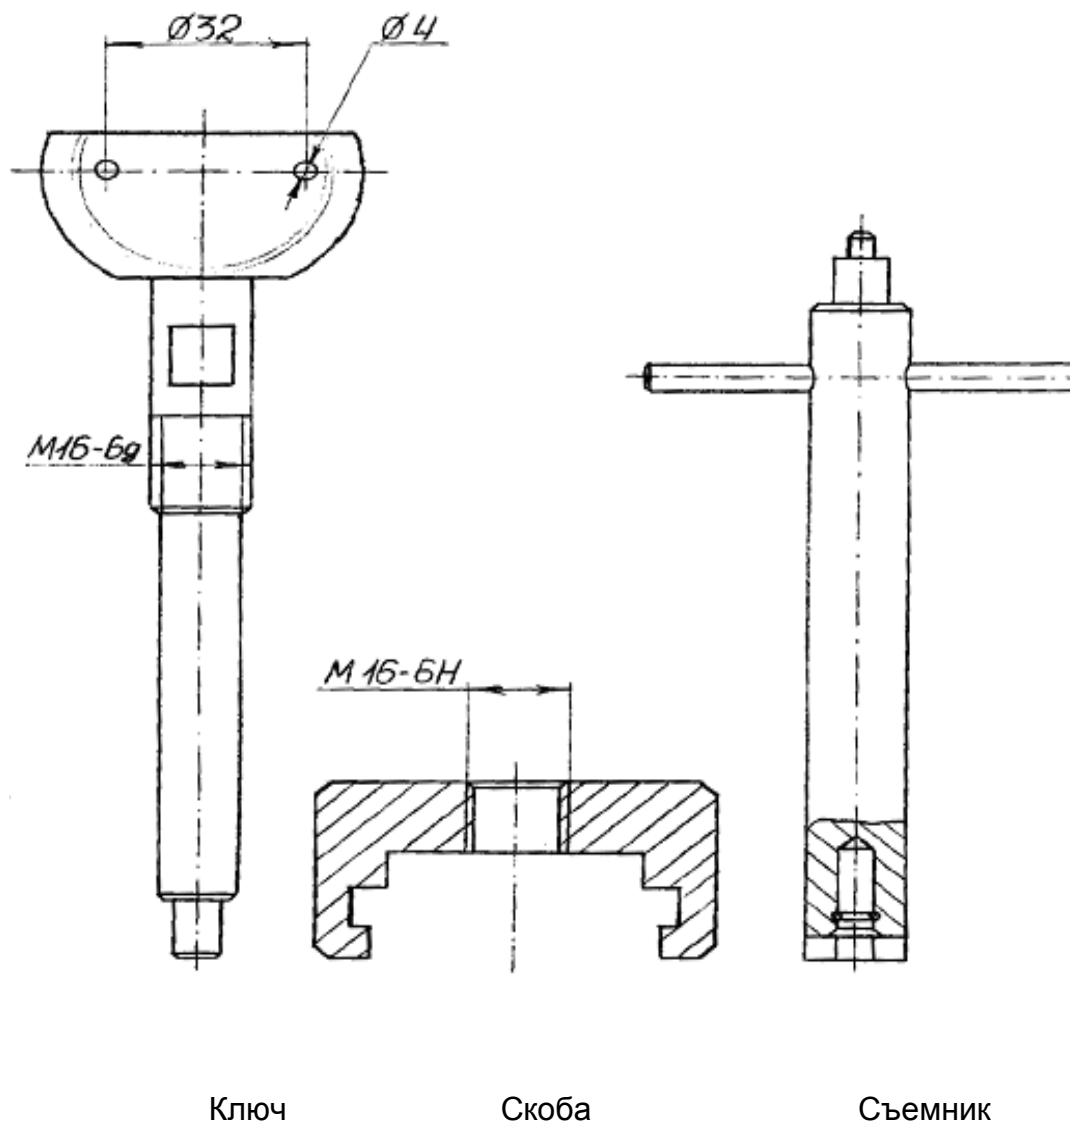

Рисунок 1.4 - Инструмент для обслуживания сепаратора
3.2.1 Снять барабан для промывки и очистки можно только при помощи съемника, спецключа и скобы (Рисунок 1.4).
3.2.4 Надвинуть сбоку на гайку барабана 5 (Рисунок 1.2) скобу (Рисунок 1.4), совместив центр резьбового отверстия с центром гайки. Придерживая одной рукой скобу, вставить стержень спецключа (Рисунок 1.4) в резьбовое отверстие и, вращать ключ по часовой стрелке до упора. Обычно одного или двух оборотов спецключа (после упора) достаточно для того, чтобы барабан сошел с конуса электродвигателя.
3.3.1 Разбирать барабан разрешается только при помощи спецключа (Рисунок 1.4) На рожке спецключа имеется два штифта. Вставить в отверстия гайки барабана 5 (Рисунок 1.2) ключ и, вращая его по часовой стрелке (резьба левая), отвернуть гайку, снять крышку 1.